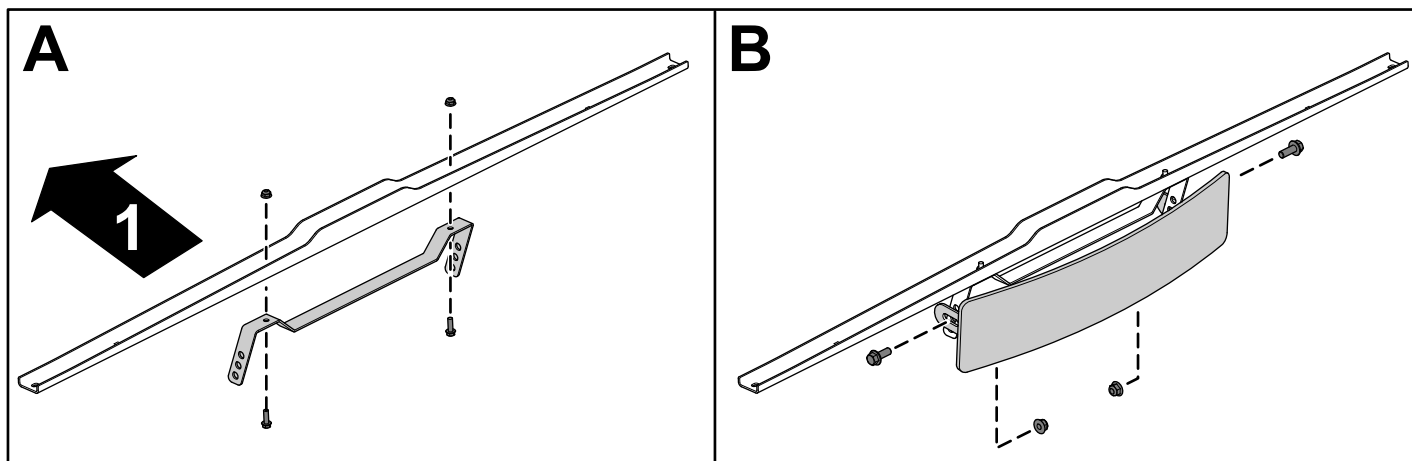

Figura 2
1. Prenda a montagem do espelho no suporte de apoio da cobertura utilizando os dois parafusos da máquina ($\frac{1}{4} \times \frac{3}{4}$ pol.) e duas porcas flangeadas ($\frac{1}{4}$ pol.) como se mostra em A de Figura 2.
2. Fixe o espelho de grande ângulo utilizando os dois parafusos de cabeça flangeada ($\frac{3}{8} \times 1$ pol.) e duas porcas de bloqueio ($\frac{3}{8}$ pol.) como mostrado em B da Figura 2.